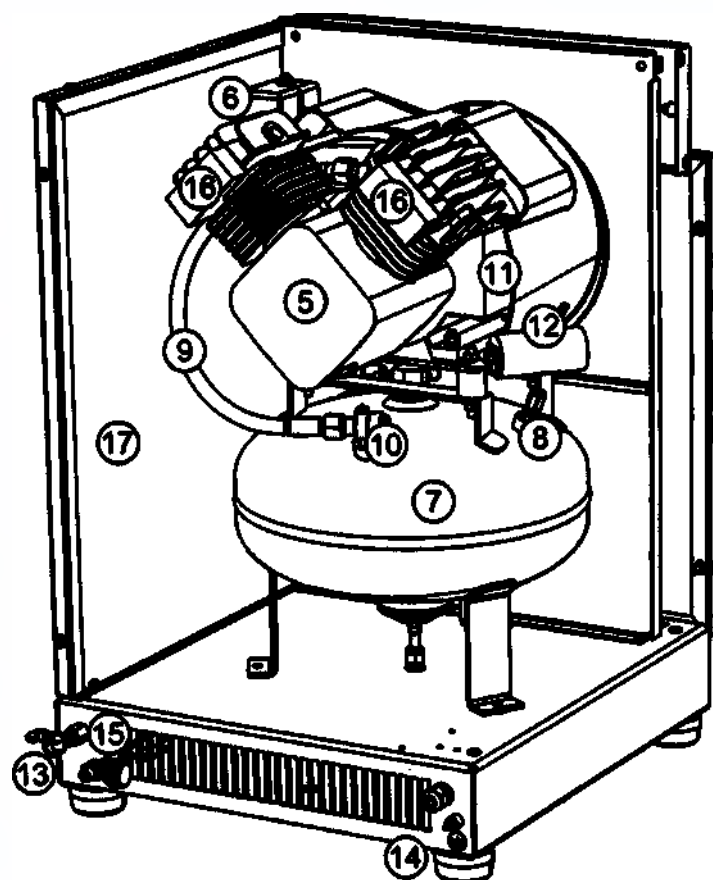

Рисунок 5 - Общий вид компрессора KM-16.VS204K
- Снимите крышку всасывающего фильтра **16** (рис. 5, 7), вывернув винт, при обслуживании компрессора с поршневым блоком VS204;